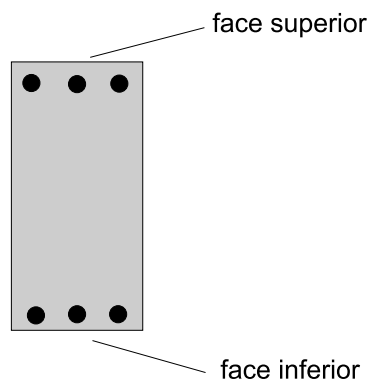

Figura 3 - Distribuição das armaduras na seção transversal da viga.
- c) considerando que as áreas necessárias das armaduras para os momentos fletores calculados no item anterior são $A_s = 8,55 \text{ cm}^2$ (momento máximo positivo) e $A_s = 3,72 \text{ cm}^2$ (momento máximo negativo), indique quais destes valores correspondem, respectivamente, à face superior e à face inferior da seção indicada na Figura 3. **(valor: 3,0 pontos)**